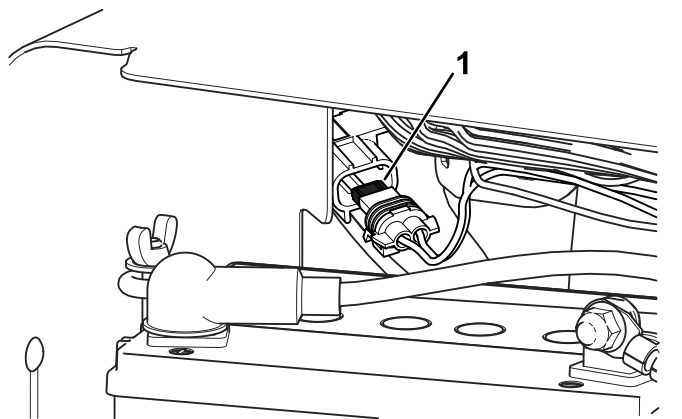

Figura 173
**Notă:** Siguranța ventilatorului este situată în linie în spatele bateriei (Figura 173).